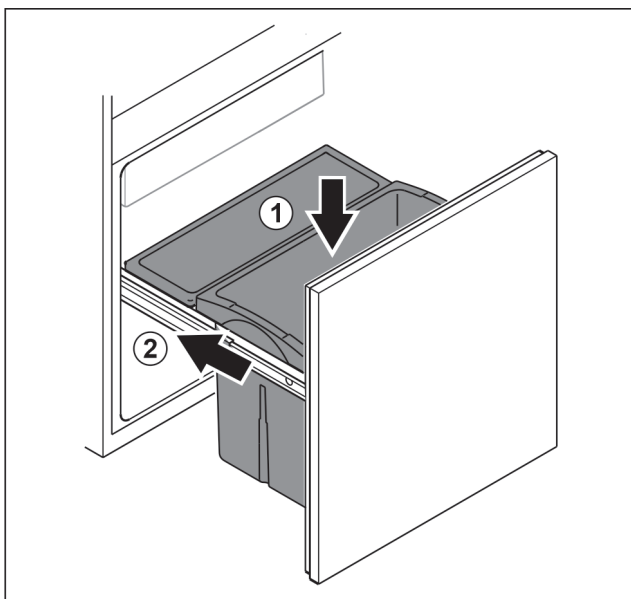

Fig. 90
- ▶ Insérer le tiroir par le haut. Fig. 90 (1)
- ▶ Introduire le chariot coulissant. Fig. 90 (2)